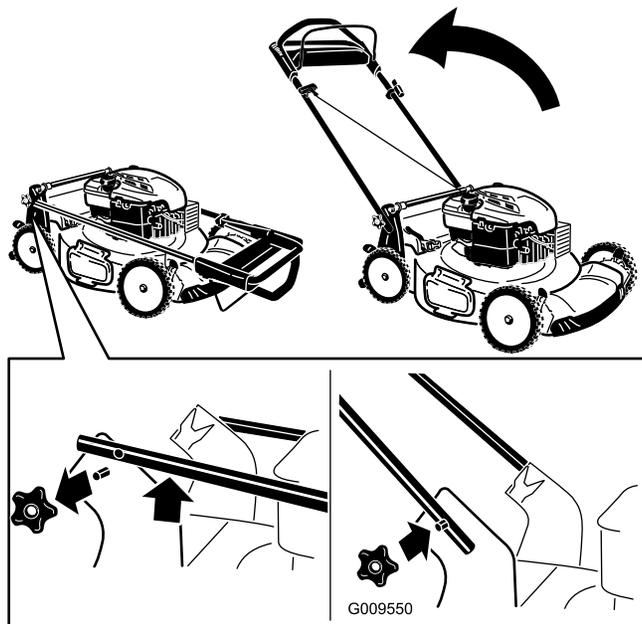

Figure 4
1. Retirez les boutons du guidon du carter du plateau de coupe (Figure 4).
3. Montez et serrez les boutons du guidon que vous avez retirés à l'opération 1 (Figure 4).